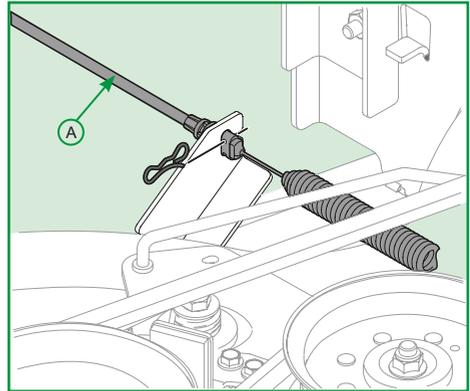

Figura 24
9. Cuidadosamente, retire el cable del PTO (A) del soporte que está localizado en la trasera de la plataforma de corte, retirando la grampa de seguridad. Retire el espiral del soporte de la plataforma de corte, conforme Figura 24;
6. Cuidadosamente, fije el cable del PTO en el soporte que está localizado en la traseira de la plataforma de corte con la grampa de seguridad y fije el resorte en el soporte de la plataforma de corte conforme la Figura 24;